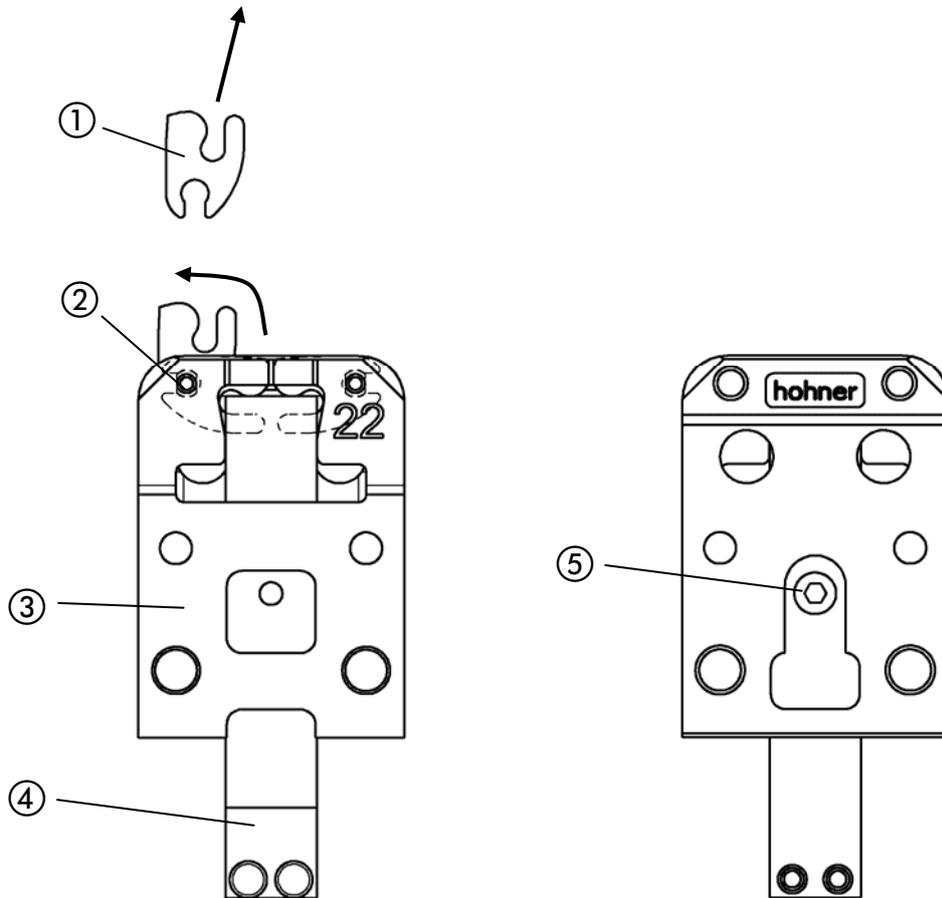

Abb. 27
- Abb. 27 -
- Arretierschraube ⑤ herausdrehen.
- Klinscherstößel ④ nach unten herausziehen.
- Klinscher ① im Klinscherkasten ③ nach oben drehen und aus Haltestift ② herausziehen.
- Arretierschraube ⑤ eindrehen und festziehen.